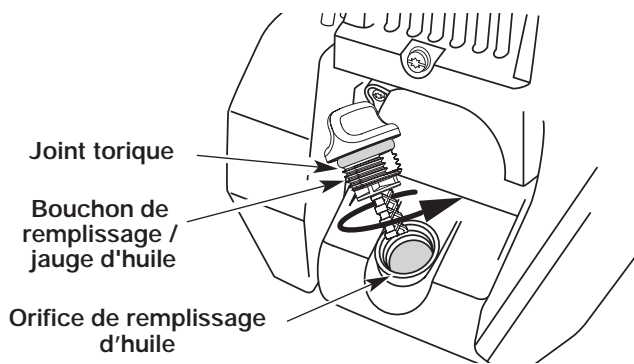

Fig. 32
6. Si le niveau est trop bas, ajoutez un peu d'huile par l'orifice et revérifiez (Fig. 32). Continuez jusqu'à ce que le niveau d'huile atteigne le haut de la jauge.
REMARQUE : Assurez-vous que le joint torique est mis sur le bouchon de remplissage / jauge d'huile au moment de la vérification et du changement d'huile (Fig. 32).